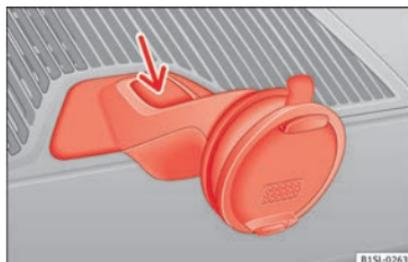

Abb. 95 Aufnahme des Navigationsgeräts ausbauen.
- Entriegelungstaste der Aufnahme drücken »» **Abb. 95** (Pfeil).